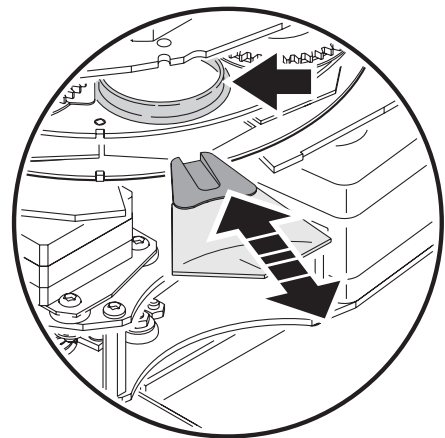

Figura 8: Sostituzione dei filtri.
3. Per una migliore accessibilità, allineare la ruota gobo rotanti in modo tale che la posizione aperta si trovi sopra il filtro colore che deve essere sostituito (osservare la freccia nella Figura 8).